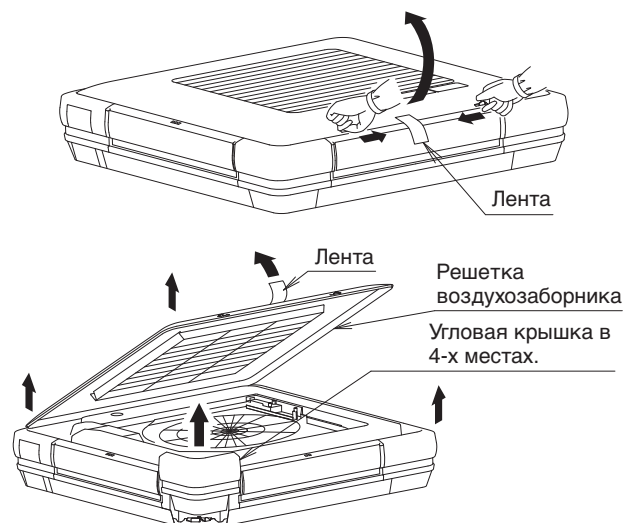

Рис. 8
**(3) Снимите детали внутреннего блока.**
**Снимите решетку воздухозаборника. (См. Рис. 8)**